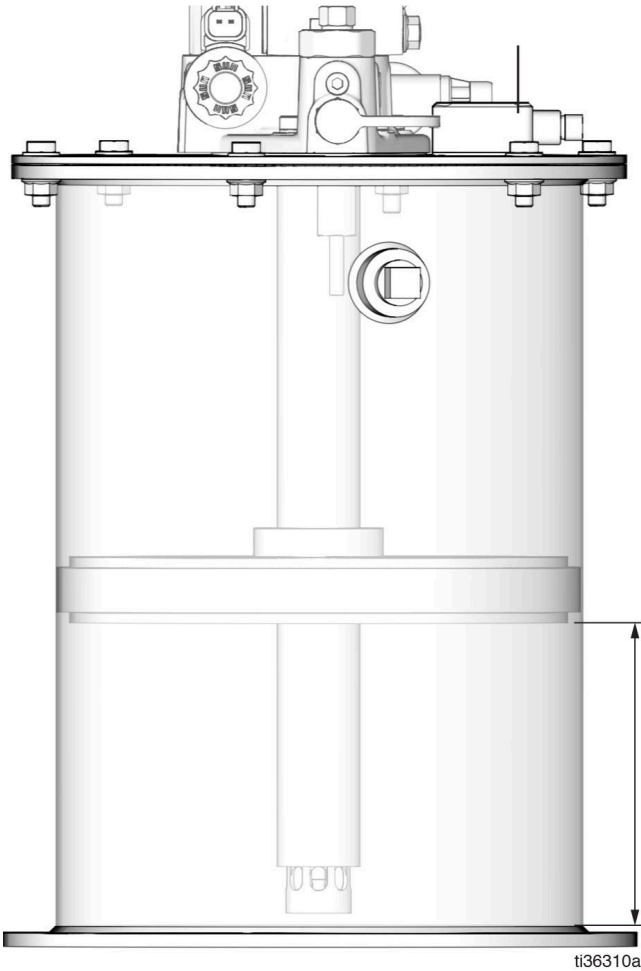

图 20
当压油盘 (Y) 到达料桶底部的出厂设定距离时，低液位开关 (S) (图 20) 显示故障。当剩余润滑脂含量约为 10% 时，该故障将触发。